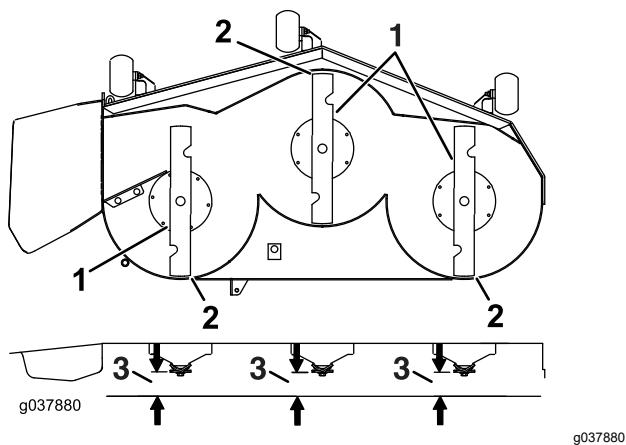

Figura 101
7. Compruebe el nivel longitudinal de la cuchilla (Figura 101). Asegúrese de que la punta de la cuchilla delantera está más abajo que la punta de la cuchilla trasera, como se muestra en Altura de bloque y soporte. Si se requieren ajustes, siga con este procedimiento.